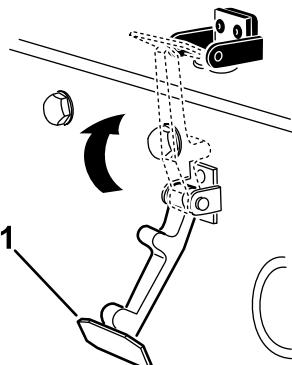

Figure 36
- Accrochez le loquet du capot sur son support (Figure 36).